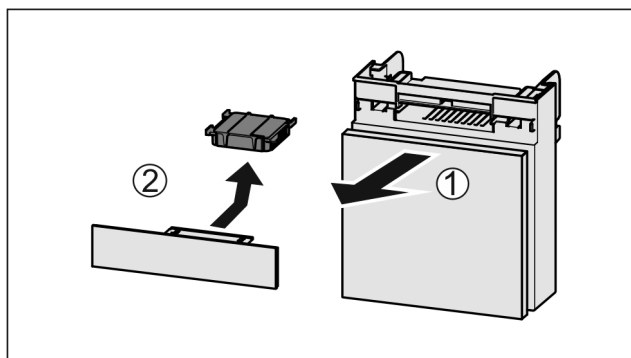

Fig. 166
- ▶ Zásuvku vytáhněte dopředu Fig. 166 (1).
- ▶ Filtr s aktivním uhlím vyjměte Fig. 166 (2).